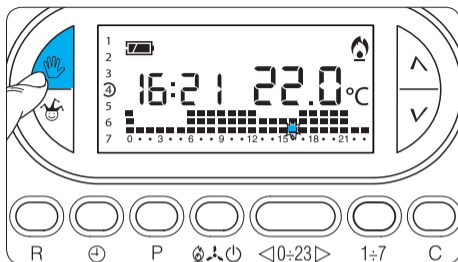

Fig. 31
7.7- Terminata la programmazione, per ritornare immediatamente al giorno e all'ora in corso premere il pulsante  (fig. 31); in ogni caso, questo avviene automaticamente dopo 10 secondi dall'ultima manovra.